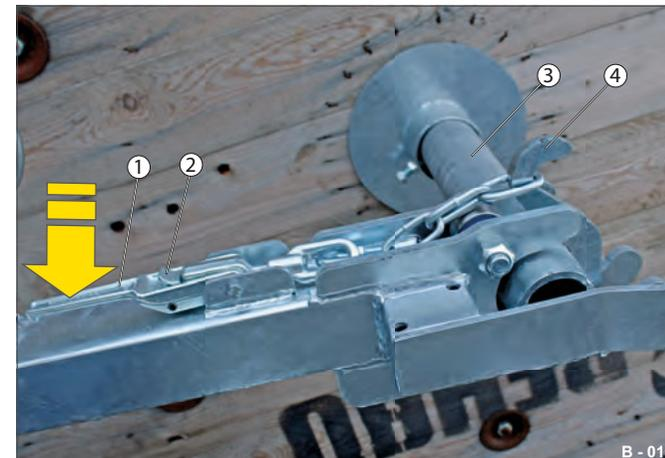

Fig. 15 Touret sécurisé
► Appuyez sur le levier (Fig. 15 /1) avec le plat de la main. Le dispositif de blocage s'enclenche ; la sauterelle est fermée.